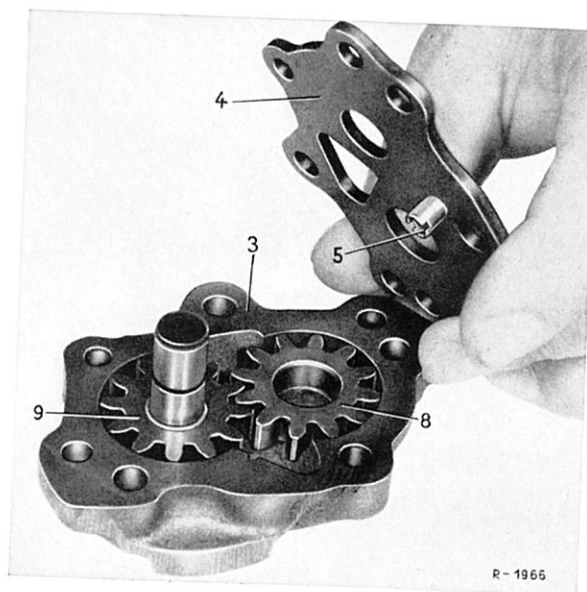

Bild 27-16/8
6 Ölpumpenräder (8) und (9) der Reglerpumpe in das Reglerpumpengehäuse einsetzen (Bild 27-16/8).